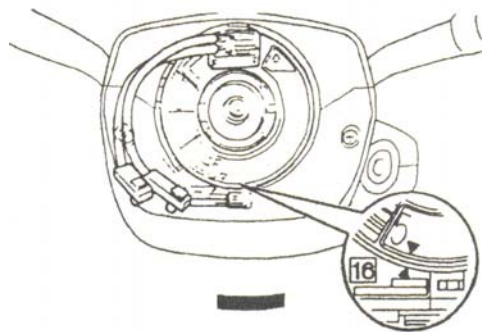

图 2-16
- (1) 检查点火开关位于 OFF 位置。
- (2) 检查蓄电池负极端子断开。注意：在拆下端子 90s 后才可以进行操作。
- (3) 用手逆时针放置电缆盘，直到变得难以旋转为止。
- (4) 顺时针旋转电缆盘大约 2.5 圈，对齐标记，如图2-16 所示。注意：电缆盘可以绕中心左右双向旋转 2.5 圈。